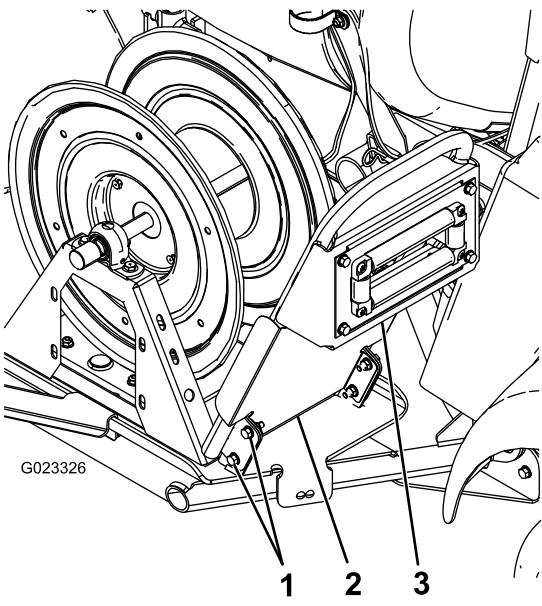

Figure 8
5. Montez, sans serrer, la poignée sur la plaque pivotante au moyen de 4 boulons (5/16 po) (Figure 8).
- 6. Fixez le pare-boue et la poignée à la plaque pivotante au moyen des boulons posés à l'opération 5 et de 4 écrous à embase (5/16 po) (Figure 8).